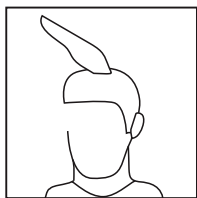

Figura 9
- Usando os pentes de **9 mm** ou **12 mm**, cortar os cabelos do alto da cabeça de trás para frente na direção contrária ao crescimento dos cabelos (**Figura 9**). Em alguns casos o corte deverá ser da frente para trás.
- Para cabelos mais longos no alto da cabeça, usar o pente fornecido com o cortador e levantar os cabelos no alto da cabeça. Cortar por cima do pente com os cabelos levantados ou segurar os cabelos entre os dedos para levantá-los e cortá-los no comprimento desejado (**Figura 9 e 10**).